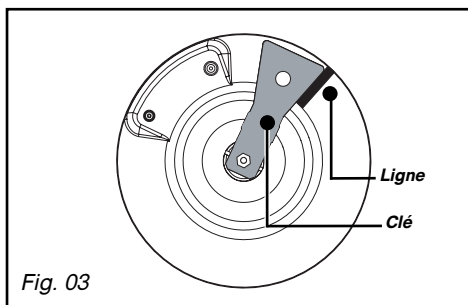

Fig. 03
Dans une installation existante, un tube souple équipé de ses colliers de serrage (conforme à la norme XP D 36-110) dont la durée de vie est de 5 ans peut être utilisé. Il est nécessaire dans ce cas d'utiliser un about sans oublier de mettre en place un joint d'étanchéité entre l'about et le coude de la table (Fig. 03).
- Tracez une ligne sur la plaque d'âtre à l'aide d'un crayon à l'endroit indiqué (Fig. 03).
(Fig. 03)